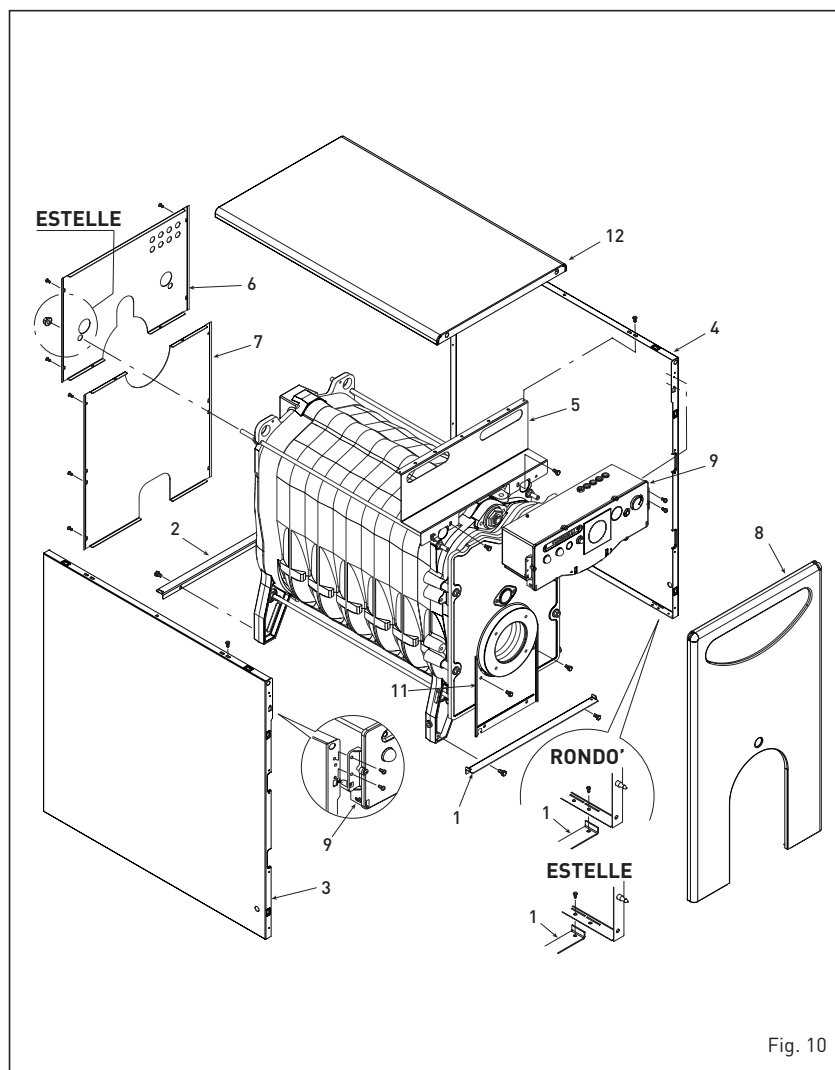

Fig. 10
3.3.3 Desmontaje de la envolvente (fig. 10)
Para desmontaje de la envolvente proceda como indicamos a continuación (fig. 10):